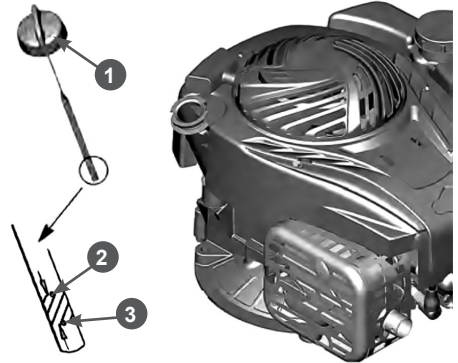

Рис. 9 Проверка уровня масла в картере двигателя
2. Поверните крышку-щуп 1 маслозаливной горловины против часовой стрелки на 90 градусов (смотреть сверху) и извлеките щуп (Рис. 9).
5. Аккуратно вытащите щуп и осмотрите его. Уровень масла должен соответствовать верхней отметке на щупе (Рис. 9).
4. Аккуратно извлеките щуп и осмотрите его. Уровень масла должен соответствовать верхней отметке на щупе (Рис. 9 п. 2).
1. При недостаточном уровне масла в картере необходимо долить чистое масло до верхней отметки на щупе (Рис. 9 п. 2).